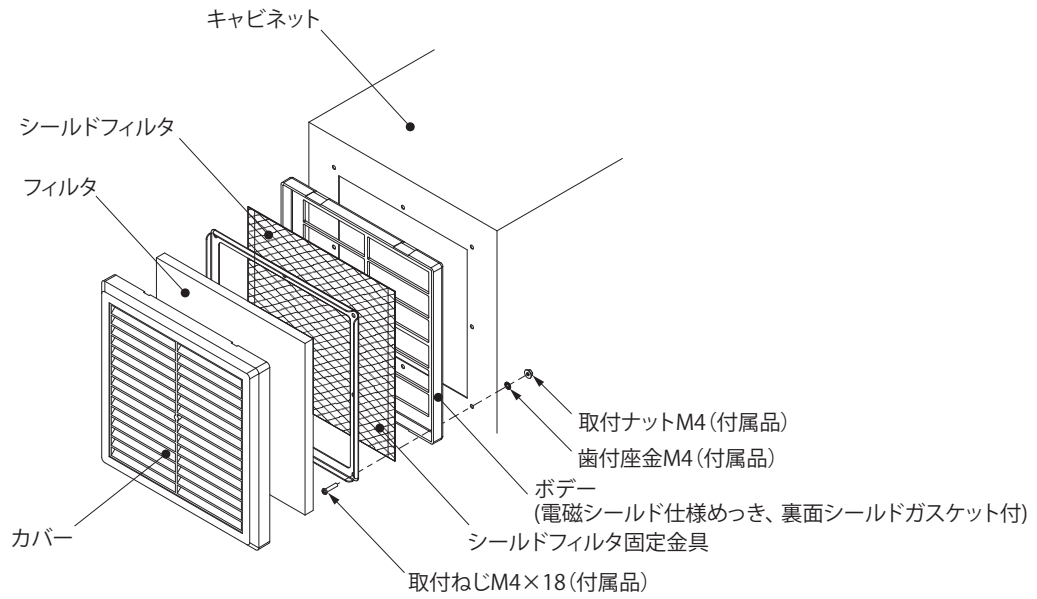

図1 電磁シールド(EMC)仕様大型ルーバー
3. 付属の取付ねじ M4×18、取付ナット M4、歯付座金 M4 にてキャビネットに取付けてください。(図 1、2)